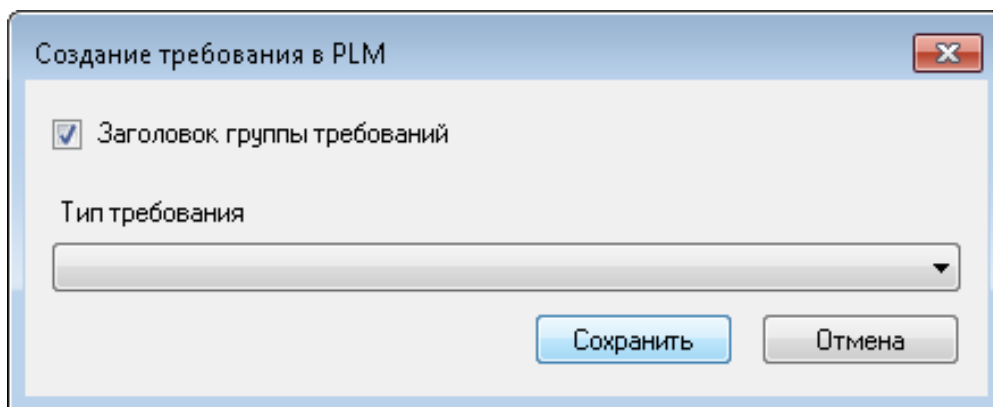

Рисунок 14 — Окно установки заголовка группы требований
- в открывшемся окне параметров создания требования (Рисунок 14) отметить галочкой, если это требование является заголовком;